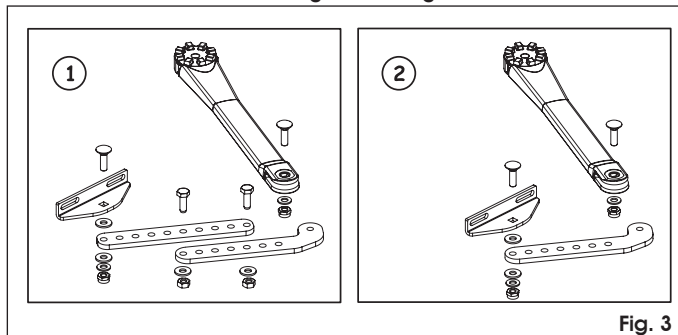

Fig. 3
- Assembleer de arm van de aandrijving zoals weergegeven in Fig. 3 ref. ① of ②, afhankelijk van de vastgestelde waarde.